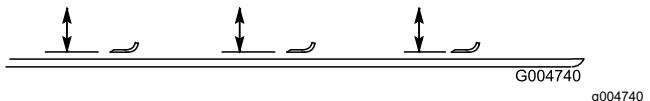

Figure 92
2. Tournez la lame dans le sens longitudinal et mesurez la distance entre l'intérieur de l'unité de coupe et le tranchant à l'avant de la lame (Figure 92).